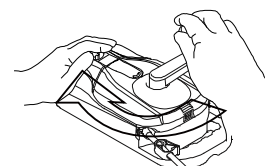

図3 カバーを押さえる場合
- *11. 指定のチューブのクランプを開き、本品が動かないようにカバー又はベースを片手でしっかりと押さえながら、ハンドルを右回転させ、患者へ栄養剤等を注入します。（図3、4）
5. ハンドルを回転させる際は、【使用方法等】の図 3 又は 4 で示す場所を押さえること。〔手指を挟むおそれがある。〕